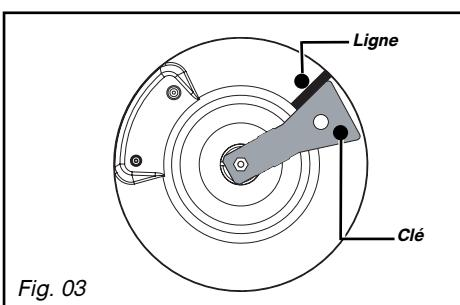

Fig. 03
Dans une installation existante, un tube souple équipé de ses colliers de serrage (conforme à la norme XP D 36-110) dont la durée de vie est de 5 ans peut être utilisé. Il est nécessaire dans ce cas d'utiliser un about sans oublier de mettre en place une rondelle d'étanchéité entre l'about et le coude de la table (Fig. 03).
- Tournez la clé dans le sens des aiguilles d'une montre jusqu'à ce que la ligne apparaisse de l'autre côté (*Fig. 03*).